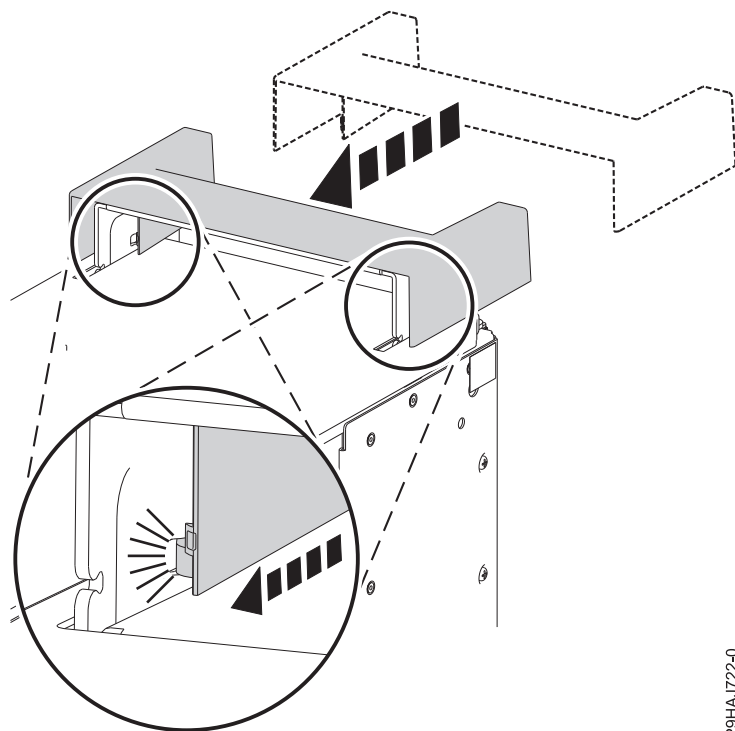

Figura 28. Fixació de la tapa de nansa
4. Colleu la tapa de nansa fent-la lliscar cap a la part posterior del sistema. Consulteu Figura 28.